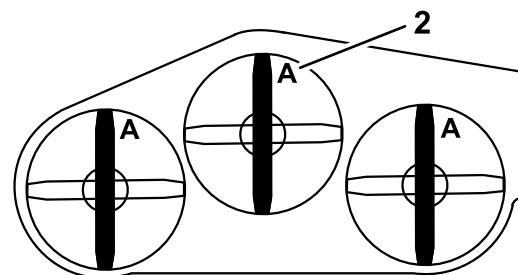

Figura 82
4. Mida en la posición **A** y desde una superficie nivelada hasta el filo de corte de los extremos de la cuchilla (Figura 82).